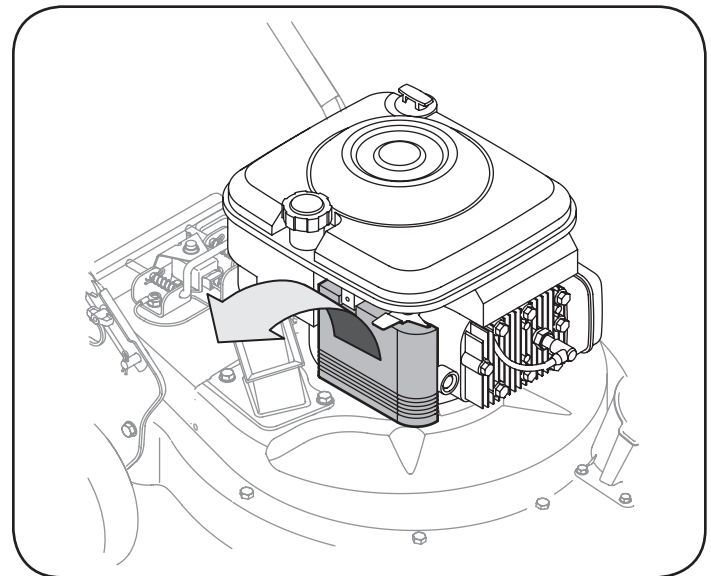

Figura 15
1. Afloje el tornillo e incline hacia abajo la cubierta del alojamiento de plástico en el lateral del motor. Vea la figura 15.